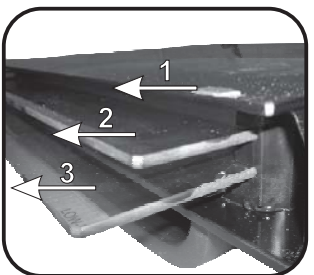

Figura 6
- ****Para fornos pirólíticos, por favor remova também os segundo e terceiro vidros (figura 6)**